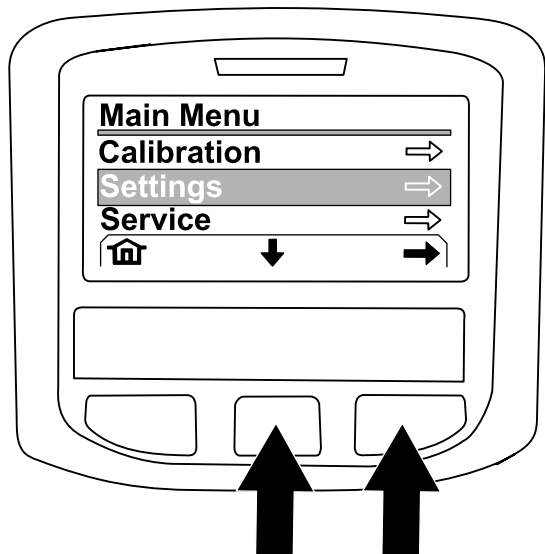

Bild 225
4. Drücken Sie auf dem Bildschirm HAUPTMENÜ die mittlere Taste, um auf die Option EINSTELLUNG zu navigieren; drücken Sie die rechte Taste, um die Option auszuwählen (Bild 225).